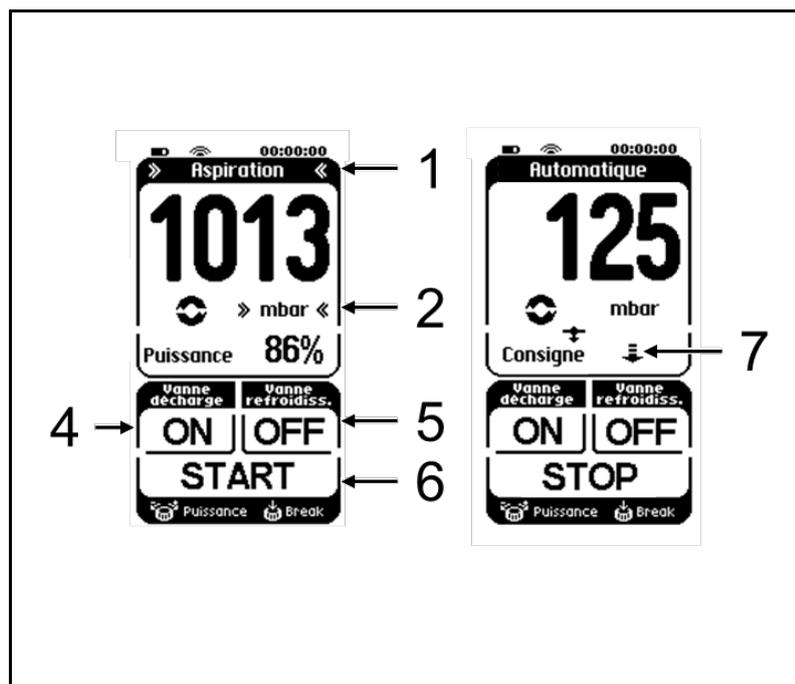

Fig. 9: Menus et touches sur l'écran tactile
- Menus pour la sélection du mode de fonctionnement et de l'unité de l'affichage de pression (fig. 9, page 24);
- Touches de commande (fig. 9, page 24) avec les fonctions :
i Si la touche fléchée (voir Fig. 9/7) est pressée pendant la diminution de la pression automatique, la pression effective est appliquée pour devenir la nouvelle pression de consigne et est réglée à partir du système de vide. La pression de consigne actuelle apparaît à la place de la flèche sur l'afficheur.